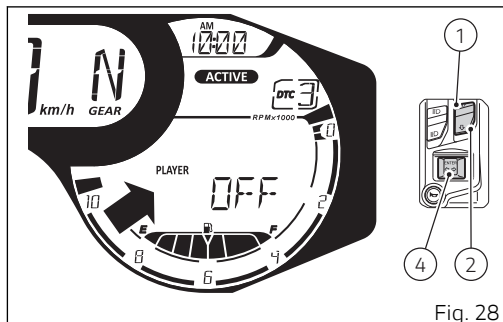

Fig. 28
Si el player no está activo (Fig. 28), el salpicadero visualiza las inscripciones "PLAYER" y "OFF". Para activarlo presionar el pulsador (1) durante 2 segundos. Para la descripción del uso del player consultar el párrafo "Infotainment".